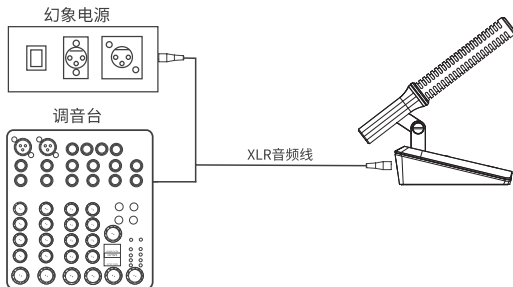

图1
- ① 将麦克风与卡侬输出线连接好, 并连接至扩音设备输入插孔, 如图1;
- ② 将扩音设备音量旋钮先控制在零位置, 然后开启扩音设备和麦克风的电源开关, 然后慢慢调大扩音设备音量, 直至合适为止;
- ③ 增益默认值为“0”。可根据现场扩音条件, 调节自动增益开关, 快速进行系统设置; 当拨到“-10dB”位置时, 可以减少最大声压级, 减少破麦情况; 当拨到“+10dB”位置时, 可进行远距离拾音, 增加拾音灵敏度;
- ④ 建议说话时, 应与麦克风保持在20-80CM之间;